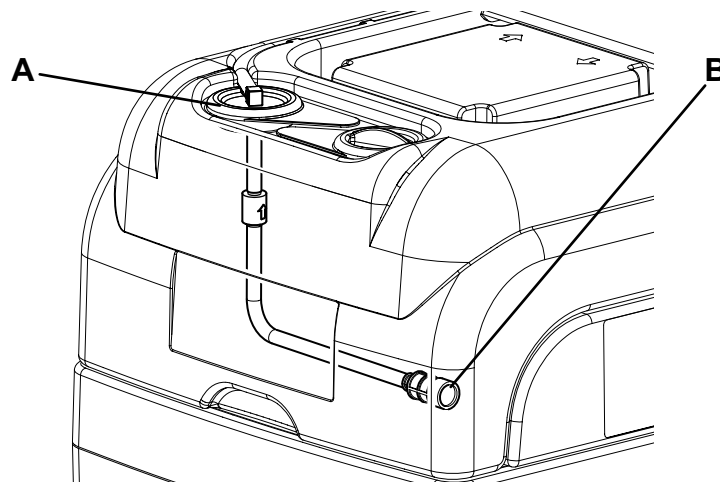

Afbeelding 3
2. Controleer of de voedingskabel (10) van het stroomnet is ontkoppeld.
4. Zet de transparante afdekking (A, Afb. 3) omhoog en reinig deze zorgvuldig.